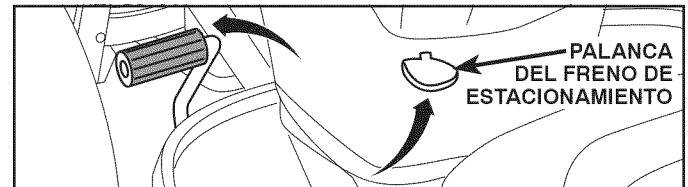

Fig. 21
1. ACCIONE LA PALANCA DEL FRENO DE ESTACIONAMIENTO Y LA PALANCA DE LEVANTAMIENTO DEL ACCESORIO INFERIOR (Vea Fig. 21 et 22)